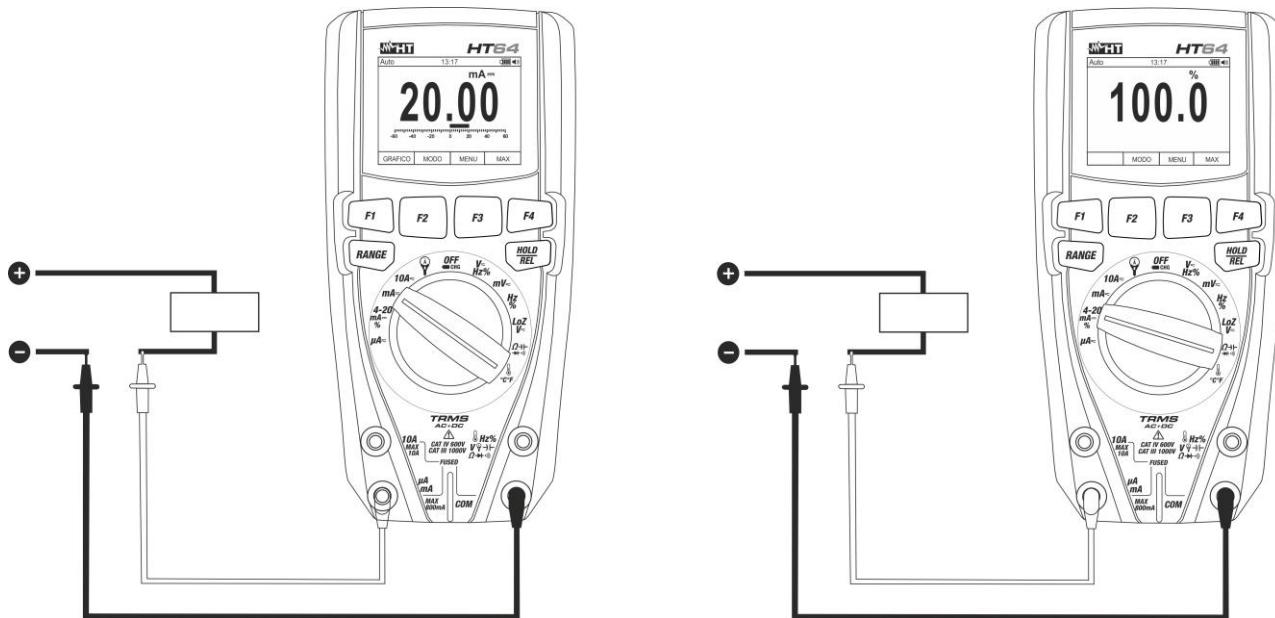

Fig. 30: Uso dello strumento per misura di Corrente DC e lettura 4-20mA%
4. Collegare il puntale rosso ed il puntale nero in serie al circuito di cui si vuole misurare la corrente rispettando la polarità ed il verso della corrente (vedere Fig. 30)
6. Il valore della corrente DC (vedere Fig. 30 – parte sinistra) è visualizzato a display
7. Il valore della lettura 4-20mA% (0mA = -25%, 4mA = 0%, 20mA = 100% e 24mA = 125%) (vedere Fig. 30 – parte destra) è visualizzato a display. La barra grafica non è attiva in questa funzione
9. La visualizzazione del simbolo "**-**" sul display dello strumento indica che la corrente ha verso opposto rispetto alla connessione di Fig. 30